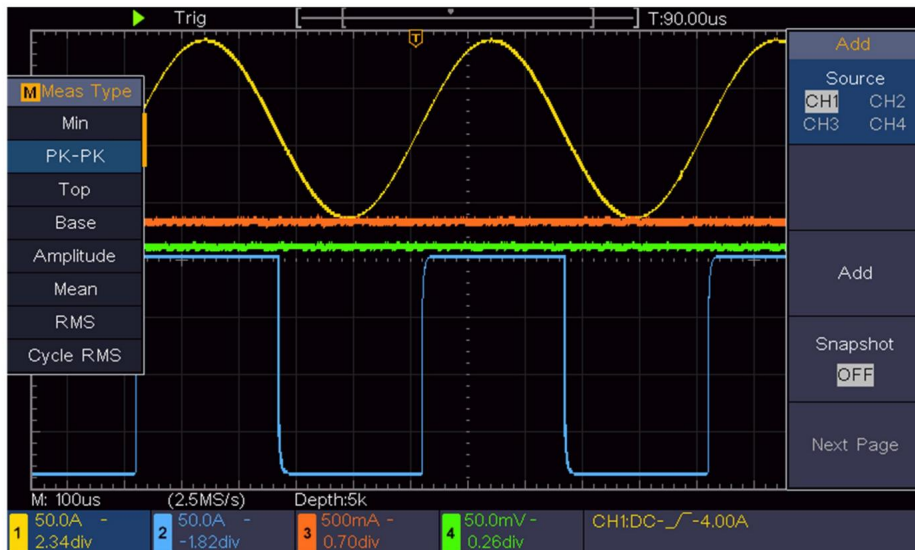

Figura 6-2 Forma de onda de la medición de ganancia
- (1) Presione el botón Autoset y el osciloscopio se ajustará automáticamente. las formas de onda de los dos canales en el estado de visualización adecuado.
- (2) Presione el botón Medir para mostrar el menú derecho.
- (3) Seleccione CH1 en el menú de la derecha.
- (4) En el menú Tipo de la izquierda, gire la perilla M para seleccionar PK-PK.
- (5) En el menú de la derecha, seleccione Agregar. Se agregará el tipo pico a pico de CH1.
- (6) Seleccione CH2 en el menú de la derecha.
- (7) En el menú de la derecha, seleccione Agregar. Se agrega el tipo pico a pico de CH2.
- (8) Lea los voltajes pico a pico del Canal 1 y el Canal 2 desde el parte inferior izquierda de la pantalla (ver Figura 6-2 ).
- (9) Calcule la ganancia del amplificador con las siguientes fórmulas.